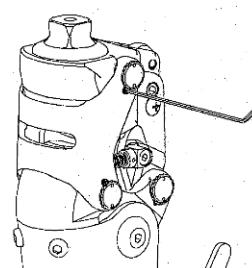

Fig. 4
- b) Retirer la vis de serrage avec une clé 6 pans de 1,5 mm (figure 4).